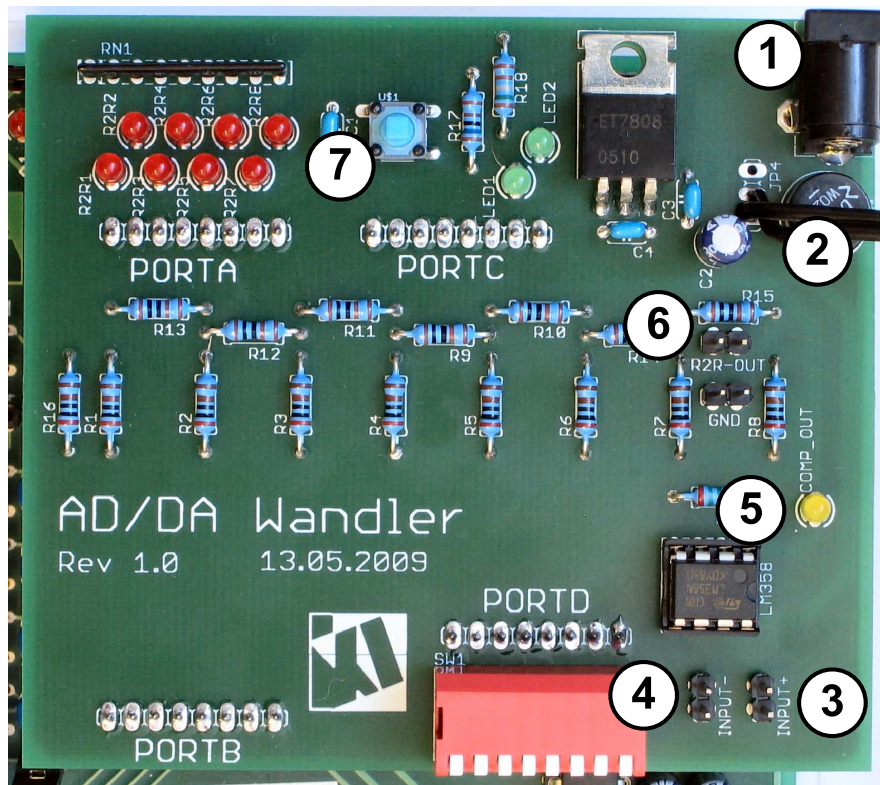

Abbildung 1.22: Auf ein Evaluationsboard aufgesteckte AD/DA-Platine
Auf der DAC/ADC-Platine befindet sich ein 8 Bit DA-Wandler in Form eines R-2R-Netzwerks. Die Platine ist so konstruiert, dass sie auf das Evaluationsboard aufgesetzt werden kann und somit den Ein- und Ausgängen des Mikrocontrollers verbunden ist. Die Eingänge des R-2R-Netzwerks (DA-Wandler) sind über die Platine mit dem Mikrocontroller-Board an PORTB verbunden (s. Abbildung 1.22) und können darüber angesteuert werden. Die Spannungspegel, die der Mikrocontroller liefern kann, betragen 5 V (high) und 0 V (low).
Der Pin C0 an PORTC zeigt den Status des Ausgangs des Operationsverstärkers an und wird durch die `COMP_OUT`-LED (Markierung 5 in Abbildung 1.22) auf der Versuchsplatine wiedergegeben. Die `COMP_OUT`-LED leuchtet, wenn $\text{Pin C0} = 1$. Die DAC/ADC-Platine benötigt eine Versorgungsspannung die mindestens 1,5 V höher liegt als die zu vergleichenden Spannungen, da sonst eine fehlerfreie Messung nicht möglich ist. Damit nur ein Steckernetzteil benötigt wird, geschieht die Spannungsversorgung des Mikrocontrollerboard über die Versuchsplatine. Des Weiteren befinden sich auf der Platine
- Schließen Sie die ADC/DAC-Platine über das Steckernetzteil an die abgeschaltete Spannungsversorgung an (Markierung 1 in Abbildung 1.22).
- Schließen Sie den Buchsenstecker, der an der ADC/DAC-Platine befestigt ist an das Experimentierboard an (Markierung 2 in Abbildung 1.22).
- Verbinden Sie "+" von Output A mit "Input +" (Markierung 3 in Abbildung 1.22) auf der Platine. Verbinden Sie "-" von Output A mit "Input -" (Markierung 4 in Abbildung 1.22) auf der Platine. Bei dieser Spannung handelt es sich um die zu messende Spannung.
(Markierung 6 in Abbildung 1.22) und für die Masse Messpunkt GND (Markierung 4). Schalten Sie nach der Messung das Netzgerät wieder aus. Wie genau ist die Wandlung? Wie groß ist die maximal bzw. minimal erzeugbare Spannung?
Testen Sie den Sukzessive-Approximation-Wandler, den Sie zu Hause programmiert haben. Überprüfen Sie auf geeignete Art die Funktionsweise. Die Wandlung soll erst nach Tastendruck ausgeführt werden. Der Taster befindet sich an PORTC an Pin C1. (Markierung 7 in Abbildung 1.22)